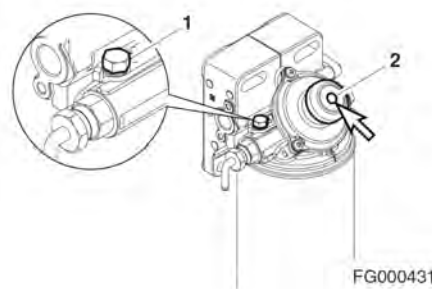

Рис. 78
2. Ослабить заглушку (1, рис. 78) на головке топливного фильтра предварительной очистки.
3. Прокачать топливо с помощью ручного насоса прокачки (2, рис. 78) на фильтр предварительной очистки топлива. Закачивать топливо до тех пор, пока оно не покажется у отверстия заглушки на головке топливного фильтра предварительной очистки.
4. Затянуть заглушку (1, рис. 78) на головке топливного фильтра предварительной очистки.